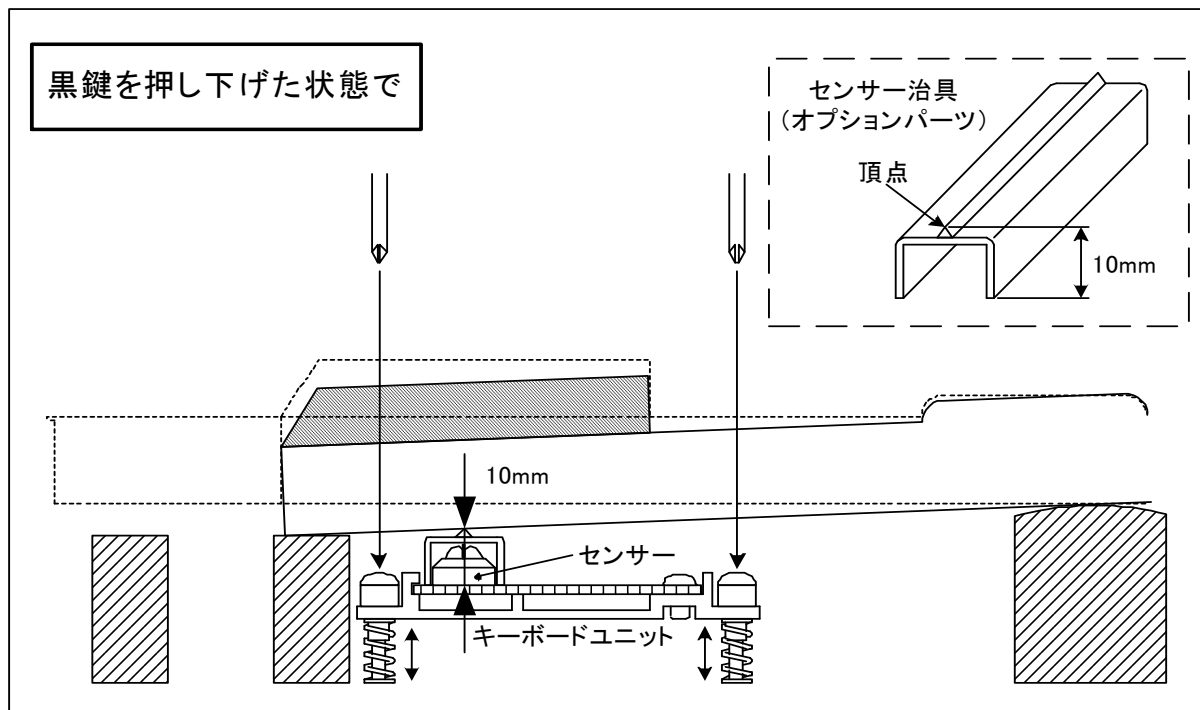

図3.4-5 キーボードユニット取り付け高さ調整
- (6) 低音、中音、次高音、高音の各域で、キーボードユニットを取り付けているネジ近くの黒鍵を1ヶ所ずつ以上取り付け、図3.4-5のようにセンサーにセンサー治具を被せて、黒鍵を押し下げて、黒鍵盤裏面にセンサー治具の頂点あたり、キーボードユニットが沈まない高さで、水平を保ちながら取り付けネジを締める。